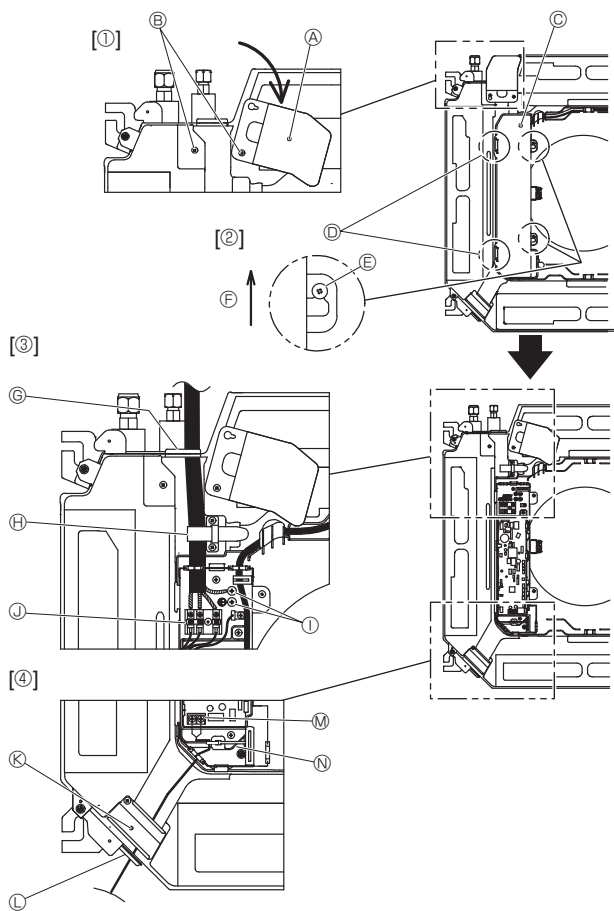
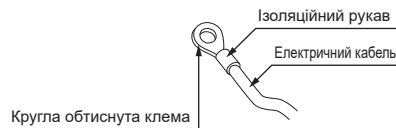
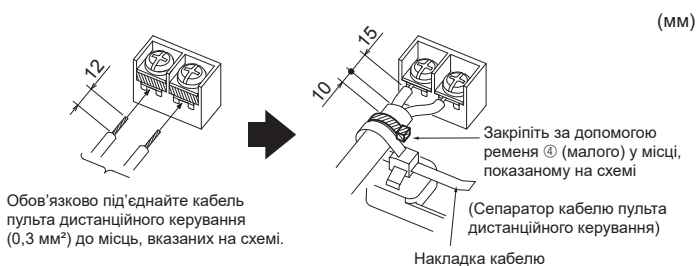

Fig. 6-1
Fig. 6-2
Fig. 6-3
6.1. Внутрішній блок (Fig. 6-1)
1. Відкрутіть два гвинти, що фіксують сервісну панель кабельного з'єднання, а потім поверніть сервісну панель кабельного з'єднання. [Fig. 6-1 ①]
2. Відкрутіть два гвинти, що фіксують кришку розподільного ящика. [Fig. 6-1 ②]
3. Прокладіть кабель живлення, кабель з'єднання внутрішнього та зовнішнього блоків і провід заземлення через кабельні входи, позначені на схемі. [Fig. 6-1 ③] Помістіть крайню частину кабелю живлення та кабелю з'єднання внутрішнього та зовнішнього блоків у розподільний ящик. У ролі клем з'єднання внутрішнього та зовнішнього блоків використовуйте круглі обтиснуті клемми та додатковий набір клем і наконечників живлення. [Fig. 6-2] Якщо ви не можете використати круглі обтиснуті клемми, див. Fig. 6-3–6-6. Для з'єднання див. 6.1.1. і 6.1.2.
4. Прокладіть і під'єднайте кабель пульта дистанційного керування через кабельні входи, вказані на схемі. [Fig. 6-1 ④, Fig. 6-3] Для з'єднання див. 6.1.1. і 6.1.2.